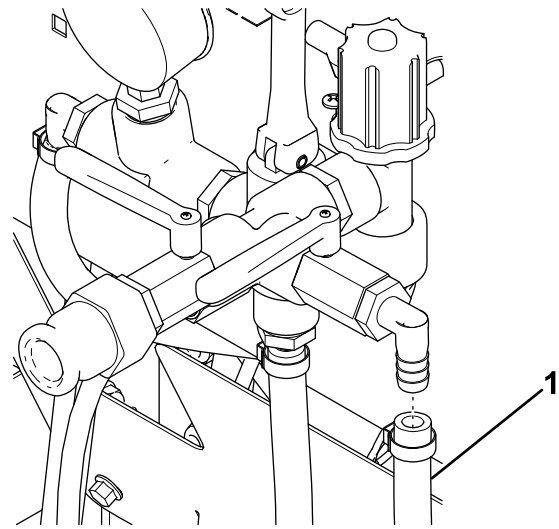

Bild 6
5. Tragen Sie Silikonspray auf das Ende des zuvor abgetrennten Hauptschlauch des Tanks auf, schieben Sie eine Schlauchschelle auf das Ende und befestigen Sie den Schlauch am Haupttankventil (Bild 6).